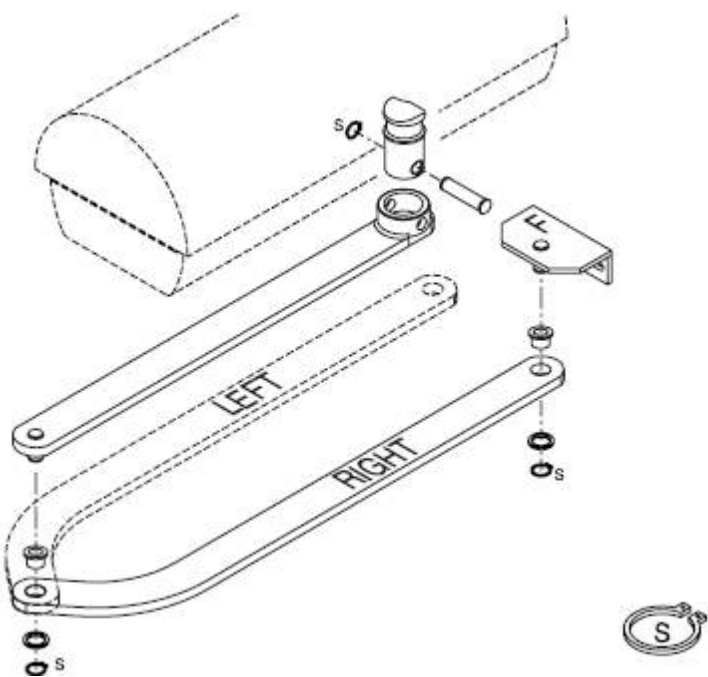

рис.6
- Соберите кривой рычаг как показано на рис. 6.